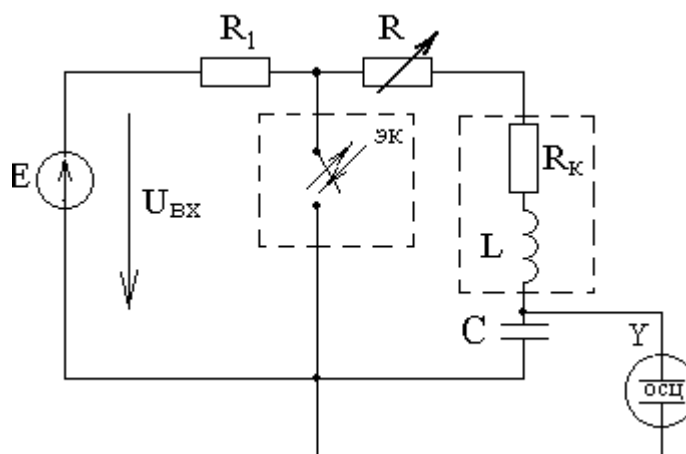

Рисунок 2.1 - Экспериментальная схема цепи RLC
2.2.1 Собрать цепь (см. рисунок 2.1)